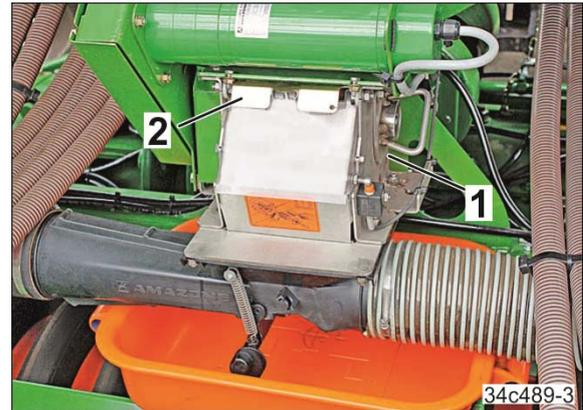

図 183
8.1 ハウジングカバー (図 183/1)
8.2 スライダー (図 183/2)